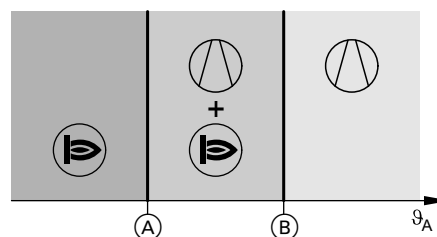

Abb. 12
Ihr Fachbetrieb hat die beiden Außentemperaturgrenzen (A) und (B) fest eingestellt: Siehe Abb. 12. Falls die Außentemperatur zwischen den Grenzen (A) und (B) liegt, wird bei erhöhtem Wärmebedarf der externe Wärmeerzeuger **zusätzlich** zur Wärmepumpe eingeschaltet. Oberhalb und unterhalb der beiden Grenzen gehen nur die Wärmepumpe **oder** der externe Wärmeerzeuger allein in Betrieb.